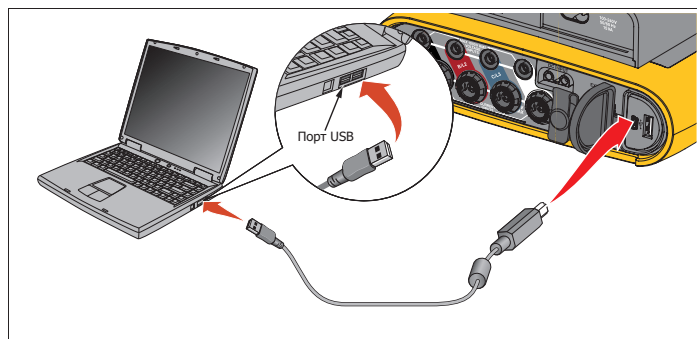

Рис. 13. Подключение Power Logger к ПК
3. Подключите USB-кабель к USB-портам на компьютере и Регистраторе, как показано на рис. 13.